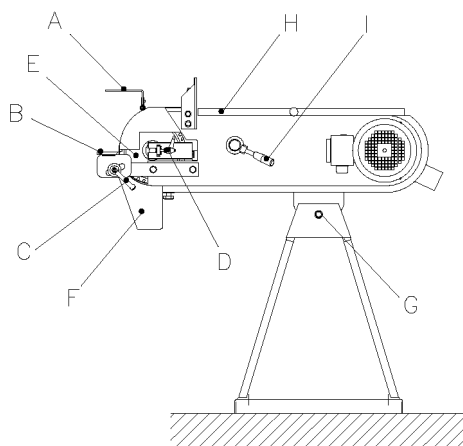

Рис.: 1.1
Перед эксплуатацией должны быть установлены экраны для защиты глаз, всасывающий шланг и пылевой мешок. Хомуты для крепления всасывающего шланга помещены в пылевой мешок. Экраны для защиты глаз (A) должны быть установлены в соответствующие держатели (см. *рис.: 1.1*).